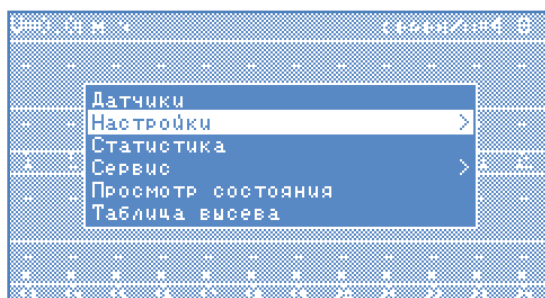

Рисунок 22
4. Кнопками «Вверх» и «Вниз» выбрать пункт меню «Настройки» (см. «Рисунок 22») и нажать «Меню».